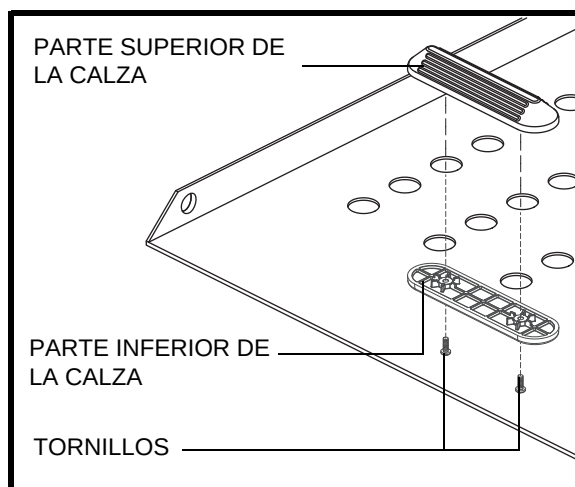

Figura 12. Instalación de las calzas de las ruedas
6. Coloque la parte inferior de la calza bajo la plataforma, alineándola con la parte superior de la calza sobre la plataforma. **Ver figura 12.**
7. Sujete las secciones de la calza a la plataforma con los accesorios de montaje suministrados. **Ver figura 12.**